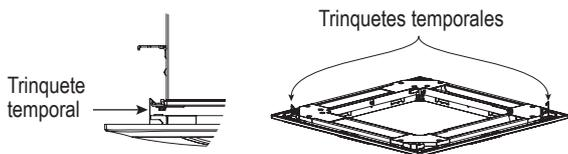

Fig. 2-18
- (1) Colgar los trinquetes provisionales en el interior del panel de techo en el receptáculo de la unidad para colocar temporalmente el panel de techo en su lugar. (Fig. 2-18)
- Para sacar el panel del techo, soportarlo mientras se empujan hacia fuera los trinquetes temporales. (Fig. 2-18)